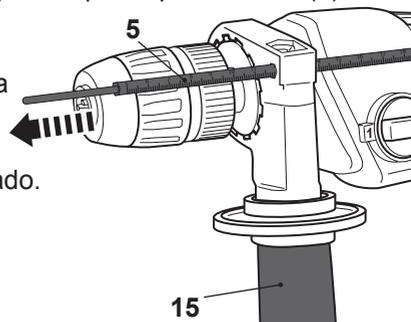

Fig.4
- > Inserte el tope de profundidad (5) a través del orificio tal y como se muestra (Fig. 4). Asegúrese de que la parte ondulada está mirando hacia abajo.
- > Alinee la punta del tope de profundidad (5) con la punta de la broca. A continuación, tire del tope de profundidad (5) hacia atrás hasta alcanzar la profundidad de perforación deseada.
- > Apriete la empuñadura auxiliar (15) para fijar el tope de profundidad (5).